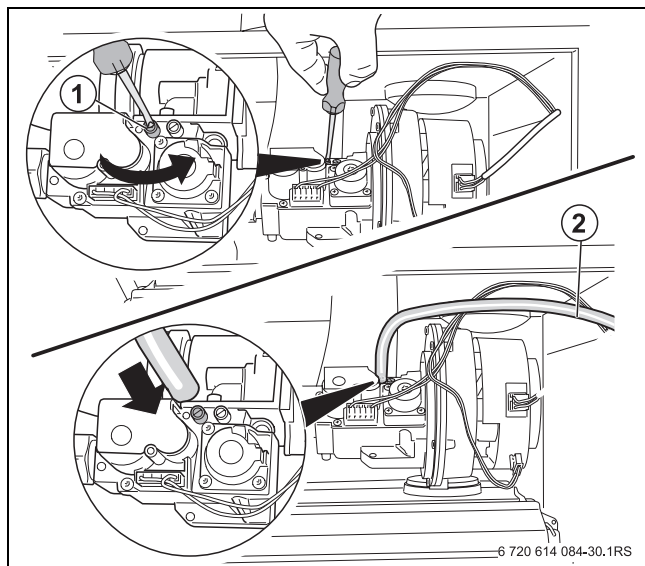

Fig. 46 Purger la conduite de gaz KBR 65-3
- ▶ Desserrer légèrement le capuchon de l'embout de mesure (pression d'écoulement raccord gaz) (→ fig. 46, [1]) et insérer le tuyau (→ fig. 46, [2]).
#### Légende de la fig. 46 et 47: